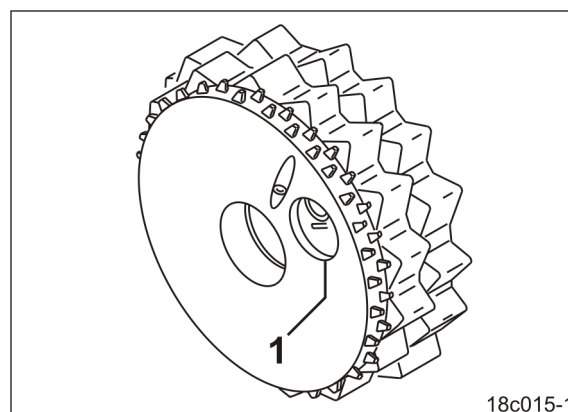

Fig. 64
5. Das Sämaschinenrad soweit rechtsherum drehen, bis die Bohrungen (Fig. 64/1) der Feinsäräder sichtbar sind.